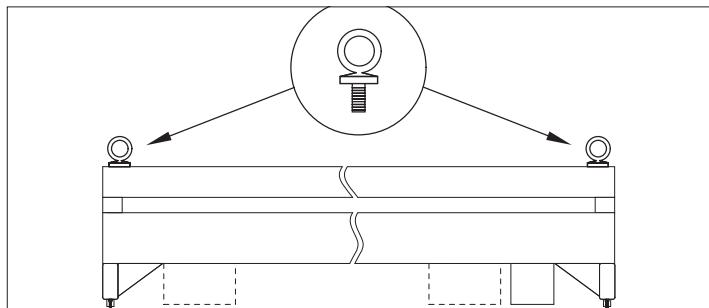

Abb. 11: Transport-Ringschrauben
**Befestigen Sie die Transportketten bzw. -seile ausschließlich an den Transport-Ringschrauben. Die Augen der Transport-Ringschrauben müssen beim Transportieren mit dem Kran parallel zur Maschinenlängsseite stehen. Siehe (Abb. 11)**